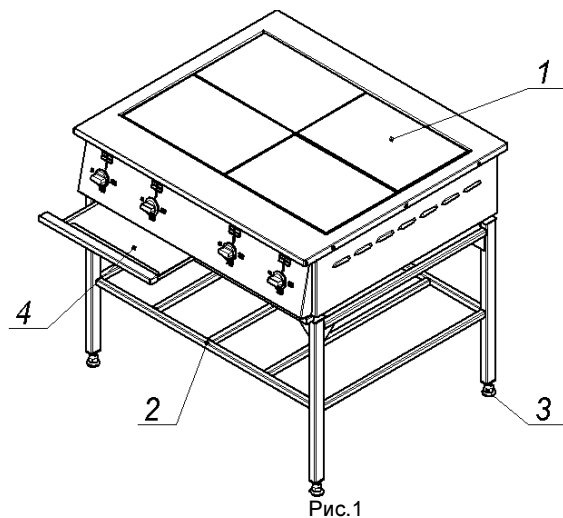
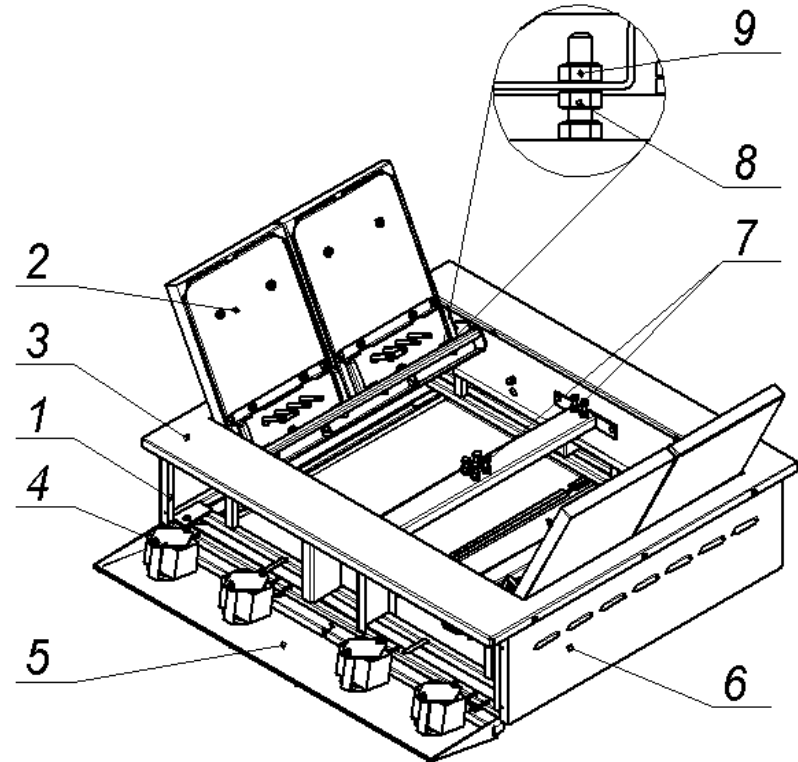

Рис.1
Рис. 2
4.3 Собственно плита (рис.2) установлена на каркасную раму (рис.1, поз.2) и состоит из каркаса (поз.1), с закреплёнными на нём 4-мя конфорками (поз.2), столом (поз.3), облицовочными (поз.6) и приборной панелью (поз.5).
4.3.3 Для обслуживания и санитарной уборки, плита оборудована (см. рис.1) выдвижными поддонами (поз.5), так же обеспечен (см. рис.2) свободный доступ к внутренним поверхностям плиты:
7.2 Установите рукоятки переключателей мощности конфорок (рис.2, поз.4) в положения I, II или III (должны загореться сигнальные лампы) в зависимости от требований технологии тепловой обработки продуктов.